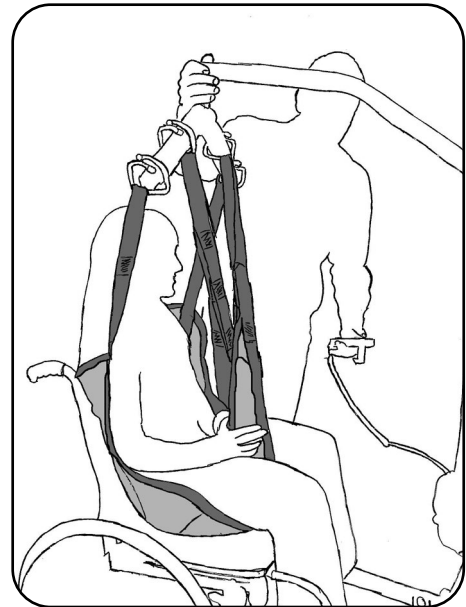

Abb. 8.2.03 – Anheben des Patienten
7. Hängen Sie die Beinschlingen über Kreuz, entsprechend dem Kapitel Vorbereitung Abschnitt **Transportbügel der aks-Patientenlifter**, an die Haken des Transportbügels (Abb. 8.2.03). Achten Sie dabei auf die gleiche Einhängemodus. Diese erkennen Sie an der farblichen Kennzeichnung der Schlingen (siehe Kapitel Vorbereitung Abschnitt **Gurtschlingen**).
8. Hängen Sie die Schulterschlaufen, entsprechend dem Kapitel Vorbereitung Abschnitt **Transportbügel der aks-Patientenlifter**, an die Haken des Transportbügels (Abb. 8.2.03). Achten Sie auch hier auf die gleiche Einhängenposition der Schlaufen. Diese erkennen Sie an der farblichen Kennzeichnung der Schlaufen (siehe Kapitel Vorbereitung Abschnitt **Gurtschlaufen**).
9. Heben Sie den Patienten mit dem aks-Patientenlifter an (Abb. 8.2.03). Beobachten Sie dabei den Patienten und die Straffung des Liftergurtes. Korrigieren Sie gegebenenfalls den Sitz des Liftergurtes durch erneutes Ablassen des Patienten und Verschieben der ungünstig sitzenden Teile des Liftergurtes. Beobachten Sie während des gesamten Hebevorganges ständig den Patienten und den Sitz des Liftergurtes. Heben Sie den Patienten nur so hoch wie nötig.